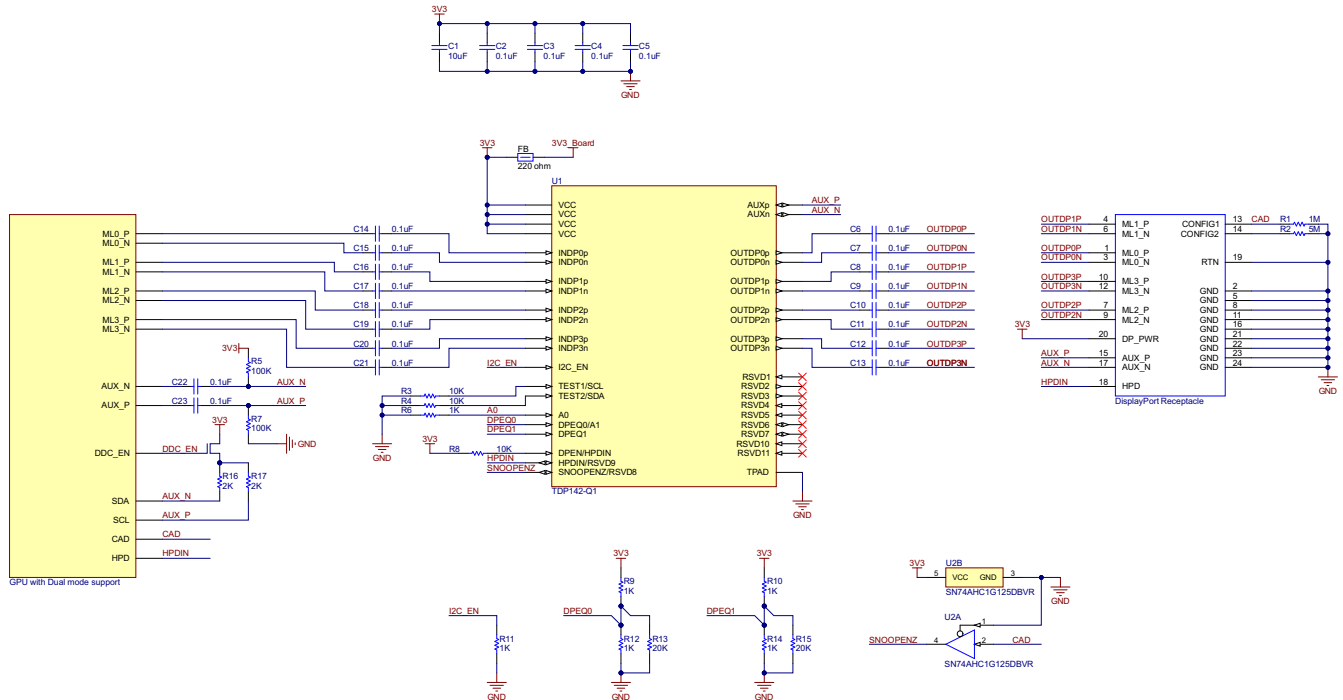

図 8-3. DisplayPort ソース アプリケーションのブロック図
図 8-3 に、ソース側アプリケーションの回路図を示します。TDP142-Q1 は、DisplayPort グラフィックス プロセッシング ユニット (GPU) と DisplayPort レセプタクルとの間に配置されます。SNOOPENZ が Low のとき、TDP142-Q1 はパワー マネージメントのために AUX トラフィックを監視します。
- AC カップリング コンデンサ、制御ピン抵抗、および推奨のデカップリング コンデンサを VCC ピンからグラウンドに使用するソース アプリケーションの詳細については、図 8-3 を参照してください。